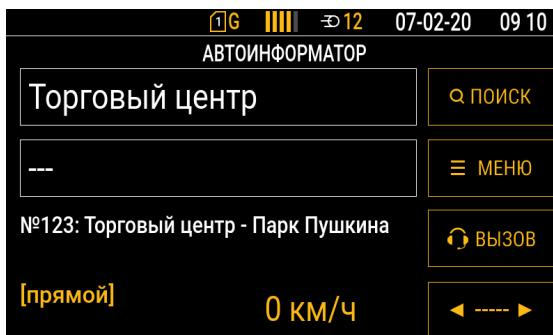

Рис.86. «Автоинформатор».
3. Для добавления нового маршрута в проект следует выбрать Главное меню/Маршрут/Добавить или нажать кнопку «Добавить новый маршрут». В список маршрутов будет добавлен новый маршрут «Маршрут без имени». Далее следует задать имя маршрута и номер. Количество остановок будет задано автоматически, после добавления остановок в маршрут. Данная информация будет отображаться на экране устройства в режиме «Автоинформатор» при загрузке маршрута. Пример приведен на Рис.86.